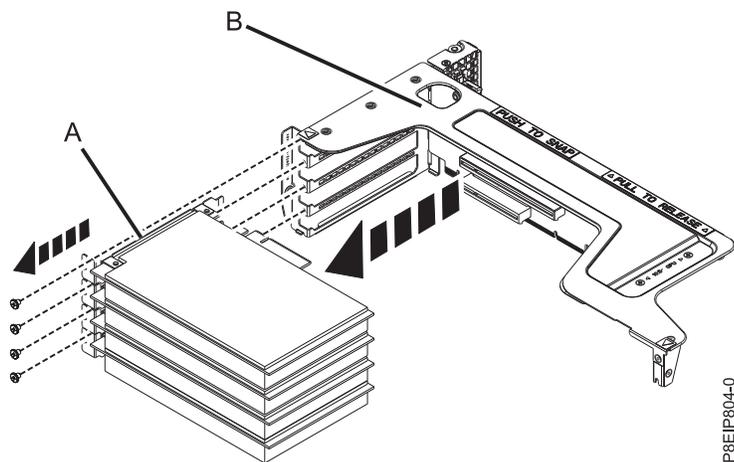

Figura 46. Extracción de un adaptador de la tarjeta de expansión
- g. Desconecte un adaptador (A) de la tarjeta de expansión del adaptador PCIe (B), como se muestra en la Figura 46.